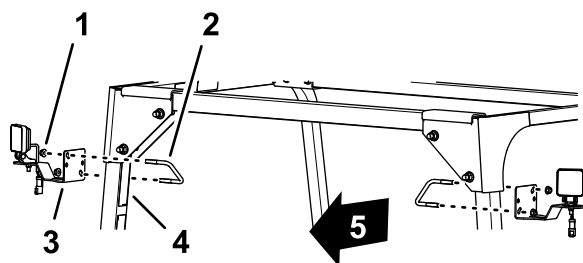

図 7
1. 後方の ROPS チューブに、LED ライトとブラケットを組み付ける U ボルト $\frac{3}{8}$ x $3\frac{1}{2}$ x 2-13/16 インチとフランジロックナット $\frac{3}{8}$ インチを使用して図 7 のように取り付ける。